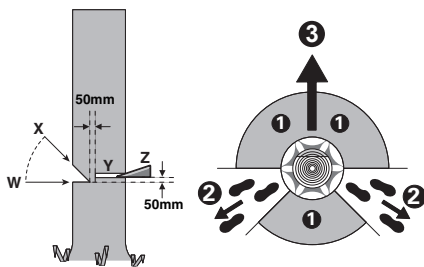

Рис. 1
Когда дерево начинает падать, удалите цепную пилу из разреза, остановите двигатель, положите цепную пилу, затем следуйте пути обхода (2). Будьте бдительны, т.к. падают верхние ветки и смотрите под ноги. (См. Рис. 1)